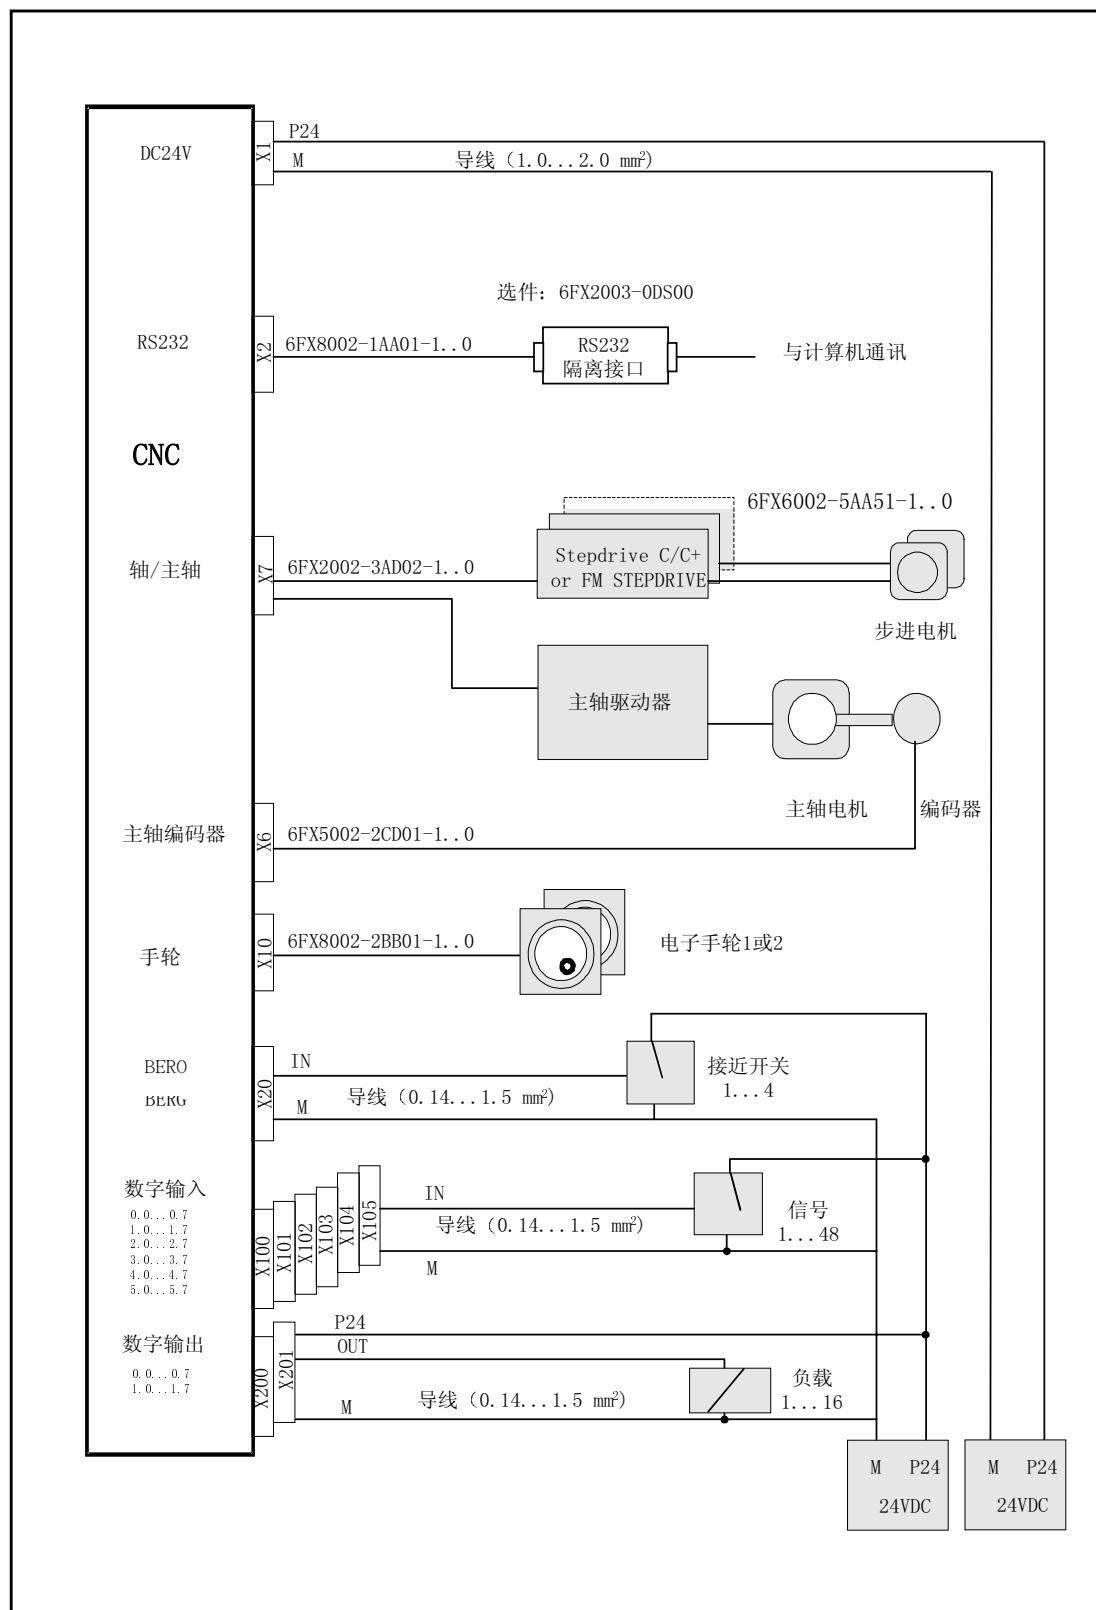

图 2-4 SINUMERIK802S base line 的部件连接
**连接电缆** 按照图 2-4 连接系统的各个组件, 对于所要求的各种电缆, 请参照下图。
1. 按照图 2-4 连接各个部件